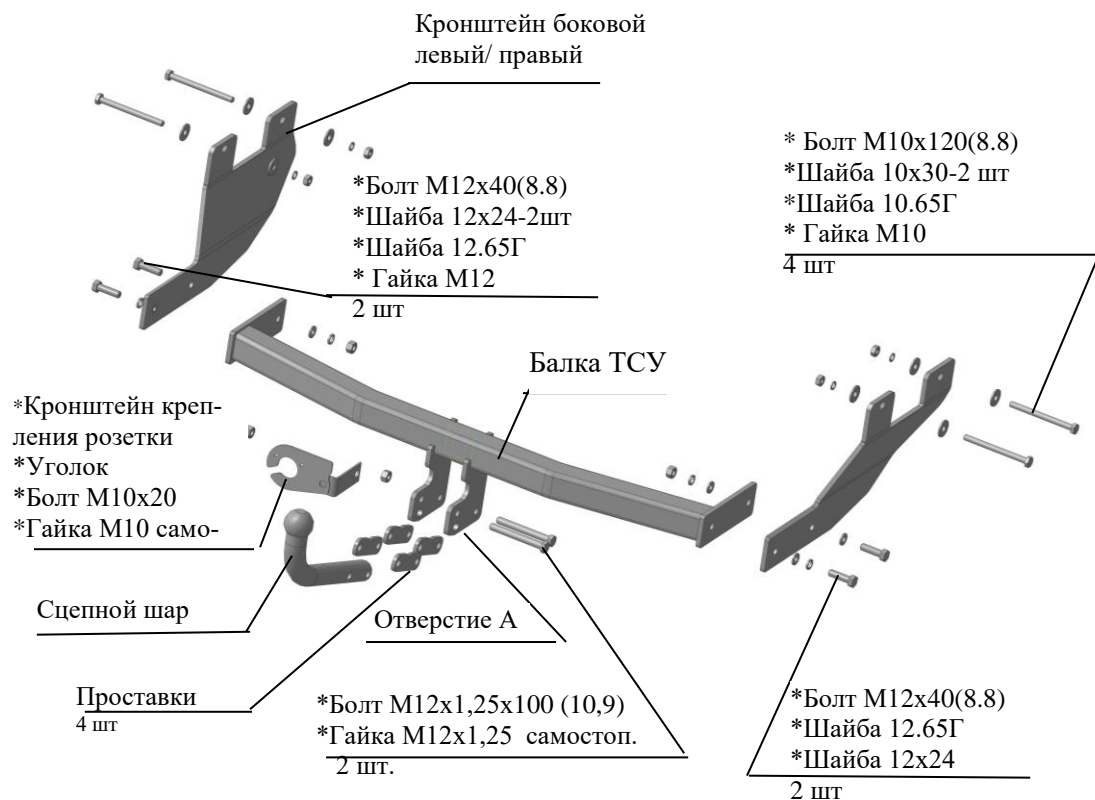

Рис.1 Тягово-сцепное устройство 7270.
2.1 ТСУ 7270 в сборе (рис.1)	1 шт.
2.2 Пакет с комплектующими (см. рис.1)+защитный колпак	1 шт+1 шт.
4.2 Установить боковой левый кронштейн к внутренней полке левого лонжерона, используя болты M10x120, штатные втулки в лонжеронах и крепеж соответственно рис.1.
4.4 Закрепить балку ТСУ к съемным боковым кронштейнам болтами M12x40 и крепежом соответственно рис.1. Крепеж не затягивать.